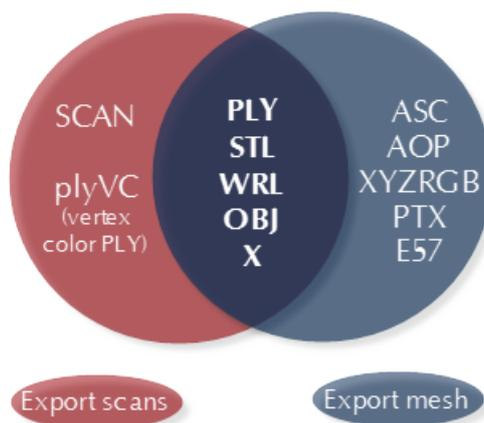

Рис. 8.3: Форматы, доступные для определенной команды, и общие для обеих команд.
4. Укажите *Формат экспорта сканов*, используя одноименный выпадающий список (см. Рис. 8.3).